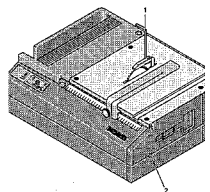

Fig. 3
1. Schiebetür 2 (Fig.3) öffnen.